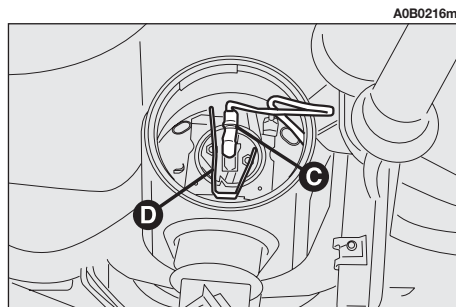

fig. 34
- Sortir la cosse du câble d'alimentation (**C-fig. 34**).
- Décrocher le ressort de retenue de l'ampoule (**D-fig. 34**) et sortir l'ampoule.
– Remonter la nouvelle ampoule en faisant coïncider les ailettes de la partie métallique avec les rainures prévues sur la parabole du phare et raccrocher le ressort de retenue (**D-fig. 34**).
– Remonter la cosse du câble d'alimentation (**C-fig. 34**).